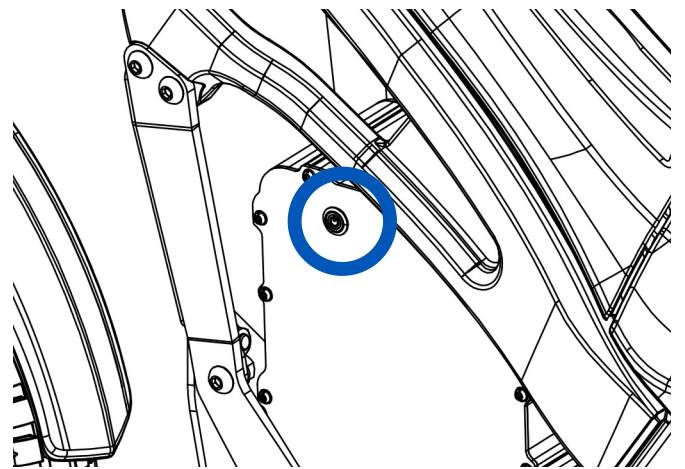

Fig. 13
- 2- Apague la batería (Fig. 13).